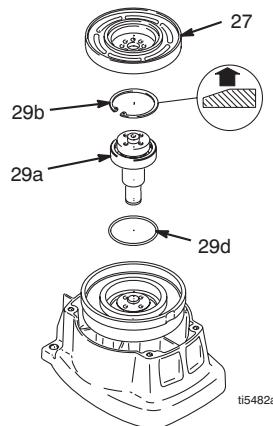

FIG. 6
6. FIG. 6. Fjern låseringen (29b).
- FIG. 6. Bank pinjongakselen (29a) inn med en plasthammer.